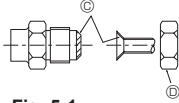

Fig. 5-1
Ⓐ (Fig. 5-1)
Ⓑ (Fig. 5-1)
5.2. Boruların bağlanması (Fig. 5-1)